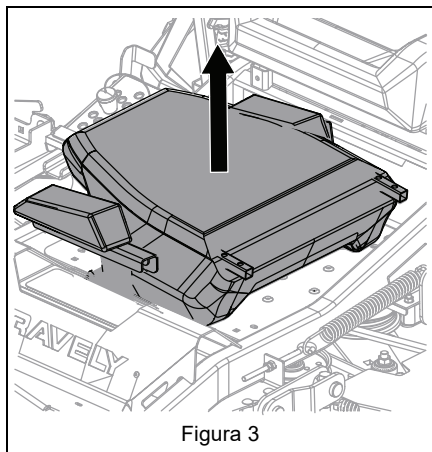

Figura 3
1. Retire el respaldo de la placa de acceso. Consulte Figura 3.